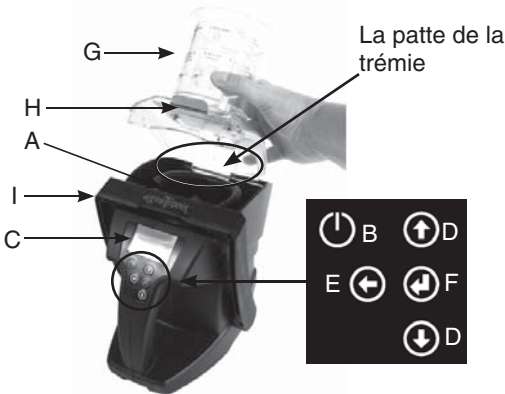

Figure 2a. Patte de la trémie à café
1. Placez la patte de la trémie arrière dans le centre de la base (figure 2a).